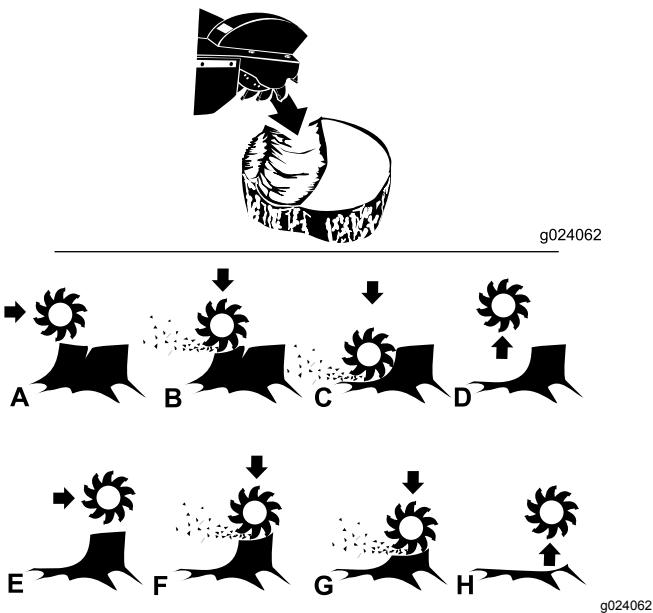

Figura 11
- 6. Fate oscillare la ruota di taglio avanti e indietro, abbassando la ruota di taglio di circa 1 - 2,5 cm prima di ogni passata, fino a rimuovere la porzione anteriore del ceppo a livello del terreno (da A a D nella Figura 11).
cm prima di ogni passata, fino a rimuovere la porzione anteriore del ceppo a livello del terreno (da A a D nella Figura 11).
- 8. Ripetete i passaggi 5 e 7 fino a rimuovere completamente il ceppo (da E ad H nella Figura 11).